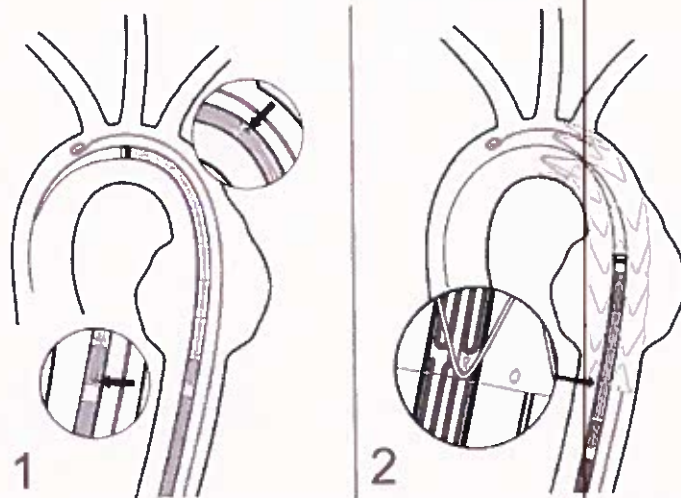
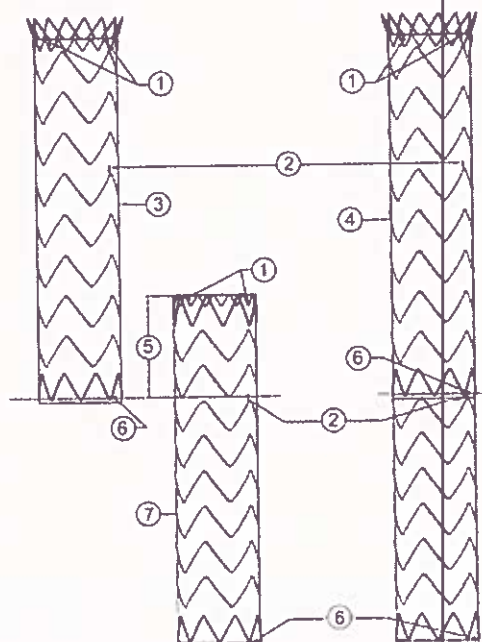
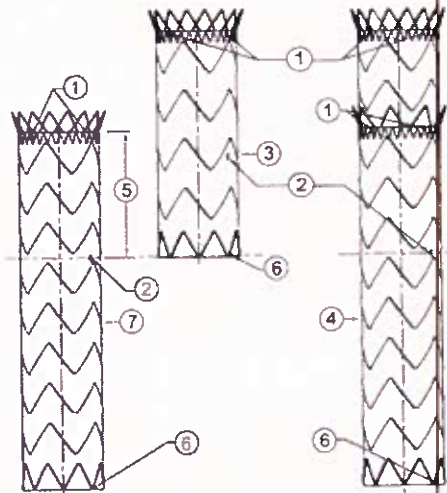

Figura 13. Confirmación de la posición de la endoprótesis
Figura 20. Alineamiento de las secciones adicionales (primera endoprótesis situada en posición proximal)
Figura 21. Alineamiento de las secciones adicionales (primera endoprótesis situada en posición distal)
Paso 2: cuando coloque la endoprótesis, verifique que las marcas proximales que indican el borde superior del tejido estén en la ubicación deseada. Consulte Confirmación de la posición de la endoprótesis (Figura 13). En el caso de que la colocación exacta del extremo distal de la endoprótesis sea crucial, también es importante confirmar que las marcas distales que indican el borde inferior del tejido estén en la posición deseada.
Compruebe radiográficamente que las marcas Zer0 de la endoprótesis proximal están alineados con la marca Figura 8 única (entre el tercer y cuarto stent cubierto) de la endoprótesis distal para conseguir la distancia mínima de solapamiento. Consulte Confirmación de la posición de la endoprótesis (Figura 13) y Alineación de las secciones adicionales (Figura 20 y Figura 21).